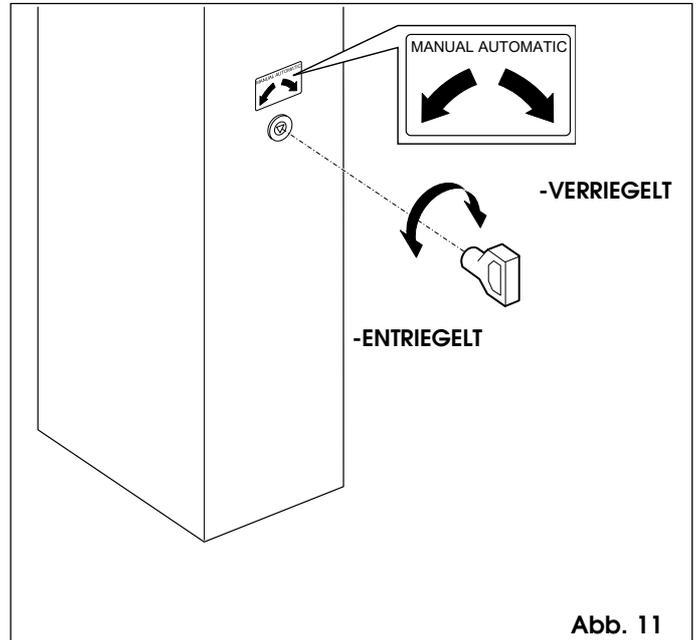

Abb. 11
- Den Dreikant-Standard Schlüssel (Abb.11) ins Schloss einführen und 1 Umdrehung **entgegen dem Uhrzeigersinn** machen.